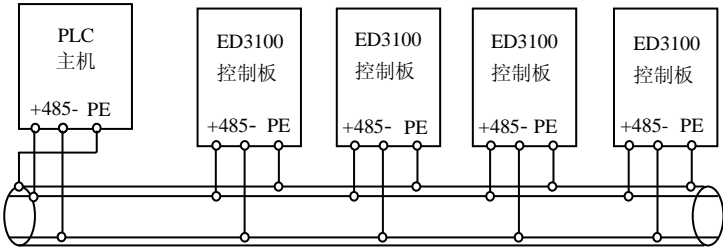
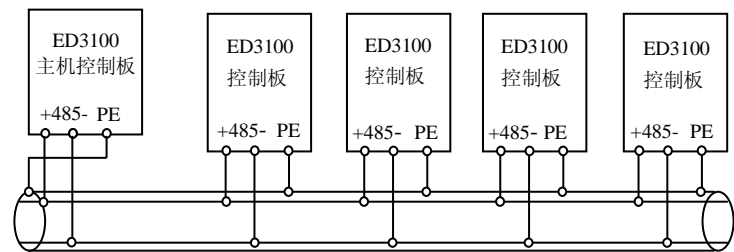

图 3-12 PLC 与变频器多机通信时的接线图(变频器、电机全部良好接地)
图 3-13 变频器多机通信时的接线图(变频器、电机全部良好接地)
(3) 多台变频器可通过 RS485 连接在一起，由 PLC（或上位机）作主机控制，如图 3-12 所示，也可以其中一台变频器作主机，其它变频器作从机，如图 3-13 所示。随着连接台数的增加，通讯系统越容易受到干扰，建议按如下方式接线：